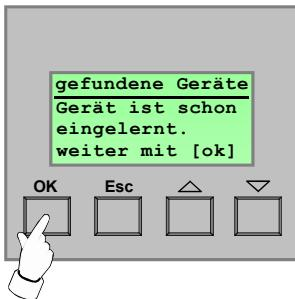

Bild 13: Angewähltes BT-Gerät ist bereits eingelernt
- Das gefundene und angewählte Endgerät ist bereits im Bluetooth Gateway eingelernt (vgl. Bild 13)!